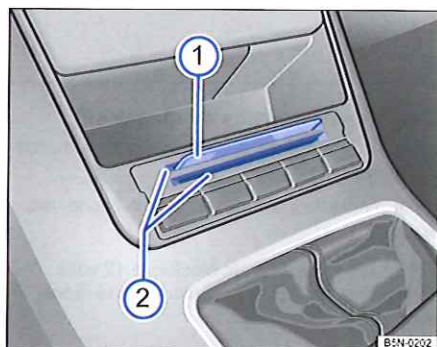

Fig. 118 Dans la partie inférieure de la console centrale : porte-cartes.
Des porte-cartes permettant de ranger par ex. des pièces de monnaie, des cartes de paiement de carburant → fig. 118 ①, des tickets de stationnement ou d'autres objets similaires peuvent se trouver dans la partie inférieure ② ainsi que dans la partie supérieure → fig. 7 ② de la console centrale.